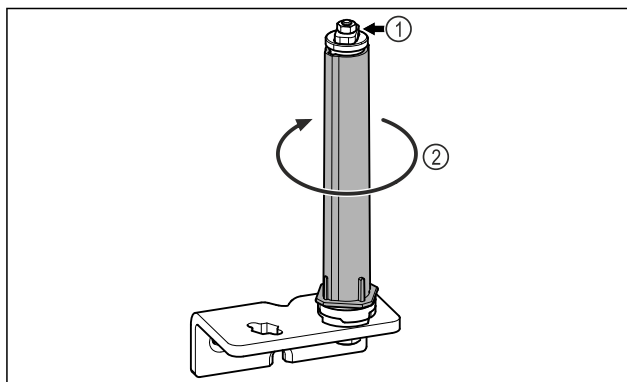

Fig. 23
- Deursluitsysteem Fig. 23 (1) niet demonteren.
- Sluitsysteem Fig. 23 (2) draaien, tot deze vastklikt.